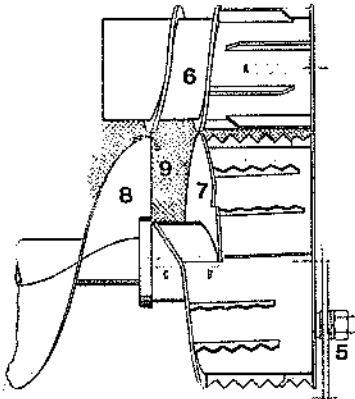

Abb. 55
c) Die gesamte Einstellung ist dann richtig, wenn durch die Walzen 6 und 7 und dem Schneckenflügel 8 eine Kammer 9 nach Abb. 55 gebildet wird.